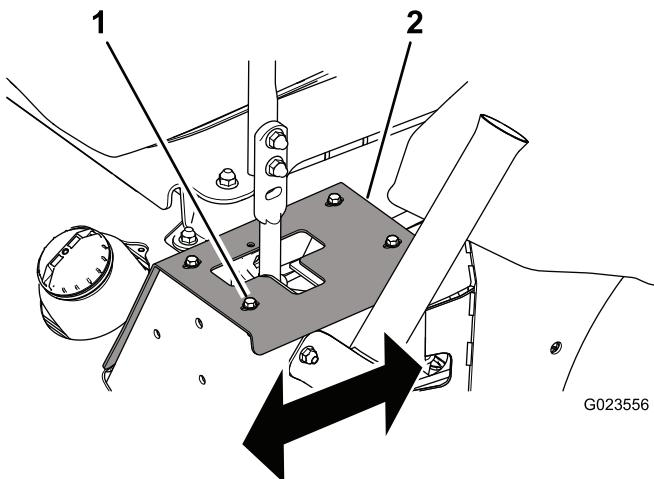

Figura 55
- Se procede verso destra, allentate i bulloni e regolate la piastra della battuta sinistra all'indietro fino a che la macchina non procede diritto (Figura 55).
- Se procede verso sinistra, allentate i bulloni e regolate la piastra della battuta destra all'indietro fino a che la macchina non procede diritto (Figura 55).
1. Bullone (4) 2. Piastra della battuta
3. Serrate i bulloni per fissare la piastra della battuta (Figura 55).